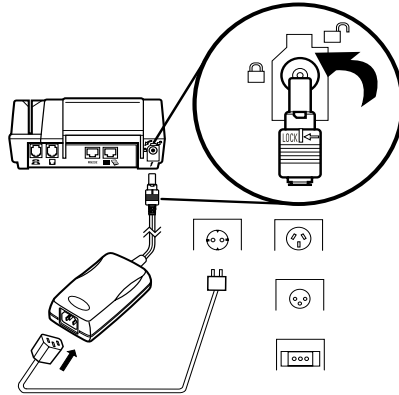

Abbildung 6 Anschließen des Netzteils
1. Stecken Sie den runden Stecker (Abbildung 6) in den Netzanschluss (gekennzeichnet durch das Symbol rechts).